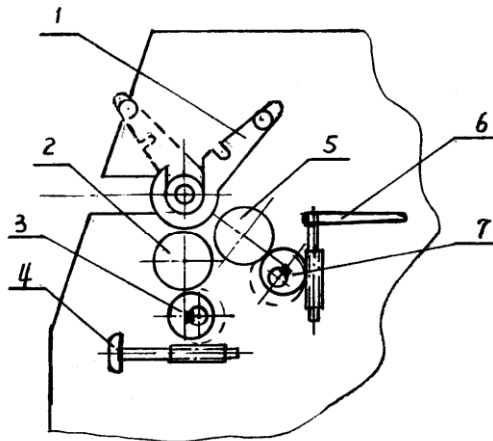

Рис. 9
**Регулировка: см. рис. 9**
**Порядок регулировки:** Проверить положение кулачковых шестерен 3, 7 по рис. 9. При повороте звездообразной рукоятки 4 по часовой стрелке валок 2 поднимется, и расстояние между верхним и нижним валками уменьшится; При повороте звездообразной рукоятки 4 против часовой стрелки расстояние увеличится.